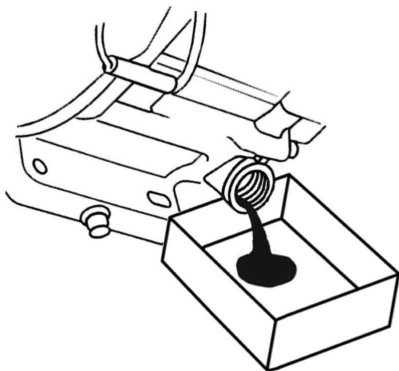

Рис. 14. Замена масла в двигателе
4. Очистите от загрязнений зону вокруг маслозаливной горловины. Извлеките крышку-щуп из маслозаливной горловины (Рис. 14) и протрите щуп чистой ветошью.
5. Подставьте ёмкость для масла под маслозаливную горловину, вместе с помощником наклоните генератор в сторону маслозаливной горловины и слейте отработанное масло в подготовленную для этого емкость через маслозаливную горловину (Рис. 14).